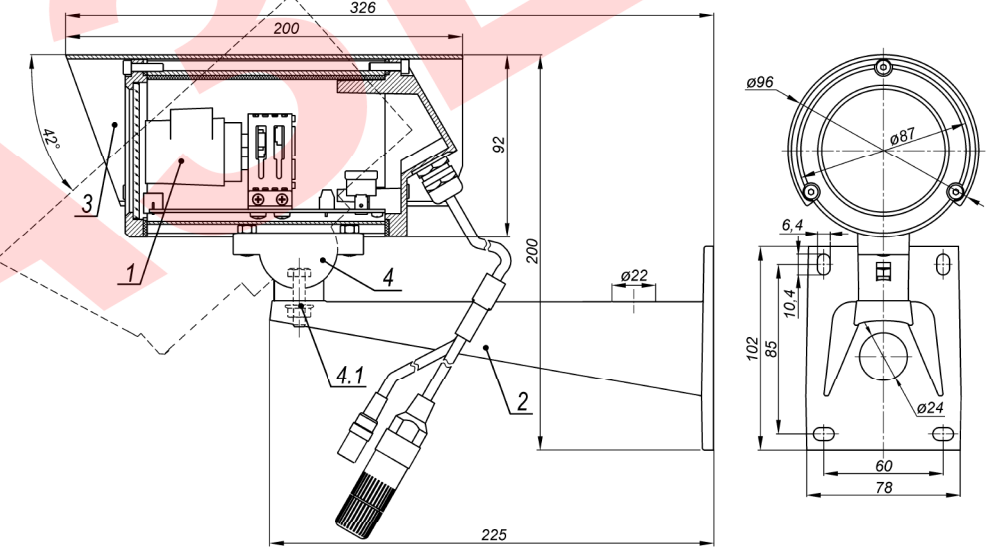

Рис.1 Состав изделия. Габаритные и установочные размеры
8. Ослабив болт (поз.4.1 рис.1) фиксации шарнира (поз.4), установить видеокамеру на нужное направление обзора, после чего надёжно зафиксировать шарнир, затянув болт.
- 1. Установить кронштейн (поз.2 рис.1) на штатное место, закрепить на нём термокожух с видеокамерой (поз.1 рис.1).